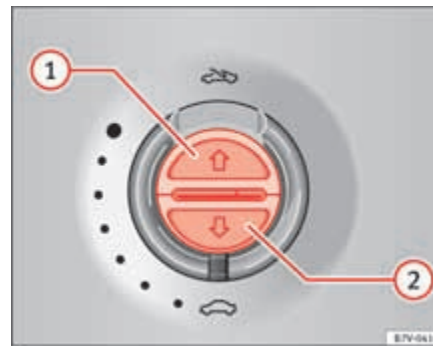

Abb. 60 Im Dachhimmel: Tasten für Sonnenschutzrollo.
Ganz öffnen (Automatiklauf):	Taste ⇒ Abb. 60 ① kurz drücken.
Automatiklauf stoppen:	Taste ⇒ Abb. 60 ① oder Taste ⇒ Abb. 60 ② kurz drücken.
Zwischenposition einstellen:	Taste ⇒ Abb. 60 ① bzw. Taste ⇒ Abb. 60 ② gedrückt halten, bis Position erreicht ist.
Ganz schließen (Automatiklauf):	Taste ⇒ Abb. 60 ② kurz drücken.
- *Sonnenschutzrollo*: Innerhalb von etwa 5 Sekunden nach dem Auslösen der Kraftbegrenzung die Taste ⇒ Seite 100, Abb. 60 so lange drücken, bis das Sonnenschutzrollo vollständig geschlossen ist.